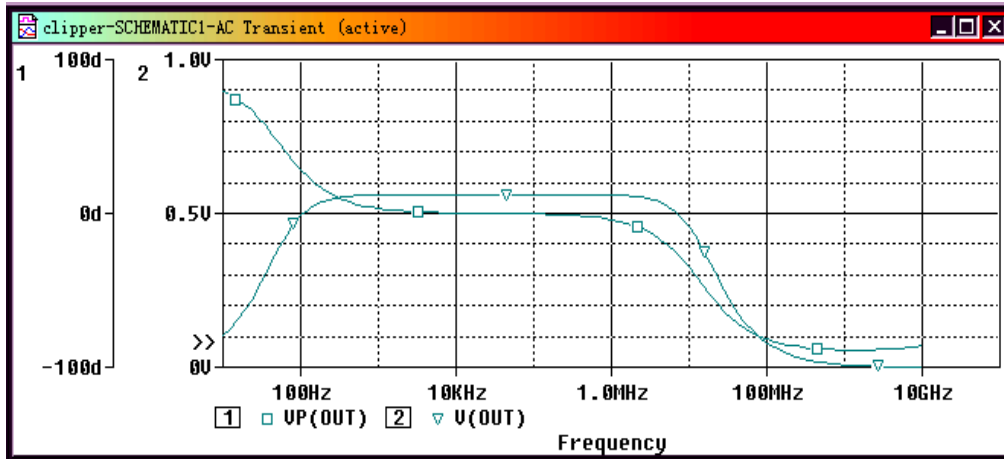

图 5.4.7 幅频和相频特性曲线
(1)在主菜单中打开“PSpice”菜单,选择“Marker”,再点击其中的“Advanced”,就会出现一个子菜单,在子菜单中选择“dB Magnitude of Voltage”,在 PSpice 工具键栏中选择探针“V”,并将“Vdb”探针放置于 Out 处和 Mid 处,在主菜单“File”中选择“Save”存贮上述设定。执行“Run”则出现图 5.4.7 所示的波特图。
(4)激活图左下方的 Vp(Out),用“Ctrl”+“x”键将其放在剪粘板上,在显示窗口的主菜单中打开“plot”菜单,选择“Add Y Axis”,再点击“Paste”粘贴 Vp(out),则显示图 5.4.7 所示的双纵坐标幅频和相频曲线。